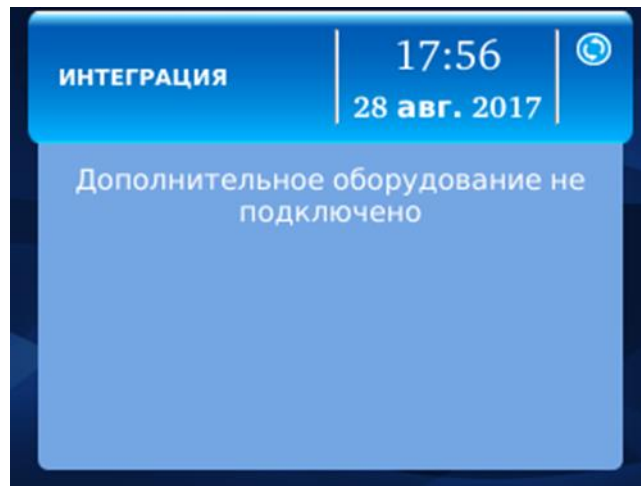

Рисунок 39 – Окно раздела «Интеграция»
2.4.1.2.5 При выборе пункта «Интеграция» открывается окно раздела «Интеграция», в котором показывается информация о подключении стороннего оборудования. По умолчанию стороннее оборудование не подключено (см. рисунок 39).